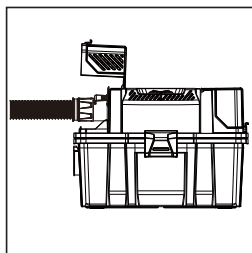

ABB. 7
- Führen Sie ein Ende des Schlauchs in die Blasöffnung ein. (**Abb. 7**)